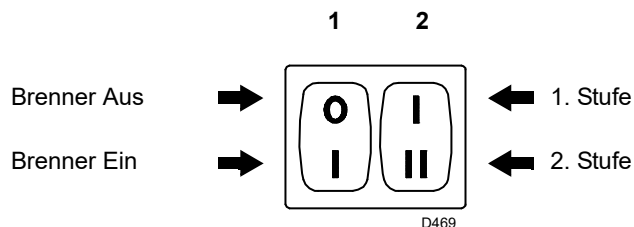
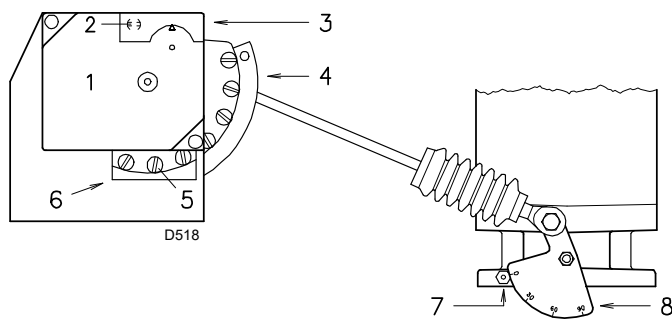

Abb. 25
Abb. 26
- den Schalter 1)(Abb. 25) auf „**BRENNER GEZÜNDET**“ stellen;
- den Schalter 2)(Abb. 25) auf „**1. STUFE**“ stellen.
In der vorhergehenden Beschreibung wurde der Brenner in der 1. Stufe in Betrieb belassen. Nun den Schalter 2)(Abb. 25 auf Seite 24) in die Position der 2. Stufe stellen. der Stellantrieb öffnet gleichzeitig die Luftklappe und die Gasdrossel auf 90°.
Das Endprofil des Nockens 3)(Abb. 26) durch Drehen der Schrauben 5) schrittweise ändern.
Den Schalter 2)(Abb. 25 auf Seite 24) in die Position der 1. Stufe bringen: der Stellantrieb 1)(Abb. 26) schließt die Luftklappe und gleichzeitig die Gasdrossel auf 15°, d. h. auf die werkseitige Einstellung.
- Zur Erhöhung durch Betätigen des Schalter 2)(Abb. 25 auf Seite 24) auf die 2. Stufe schalten und den Winkel des orangefarbenen Hebels mit kleinen Verstellungen schrittweise vergrößern, d. h. vom Winkel 15° auf 17° - 19° bringen...
Das Ausgangsprofil des Nockens 3)(Abb. 26) durch Drehen der Schrauben 4) schrittweise ändern. Sofern möglich, die Schraube nicht drehen: mit dieser wird die Luftklappe ganz geschlossen.
Den Brenner über den Schalter 1)(Abb. 25 auf Seite 24) abschalten und die Zwischenschrauben des Nocken so einstellen, dass die Nockeneneigung progressiv erfolgt.